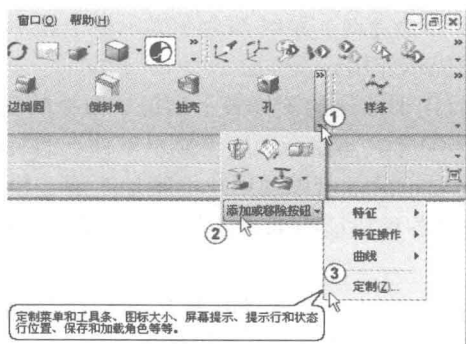
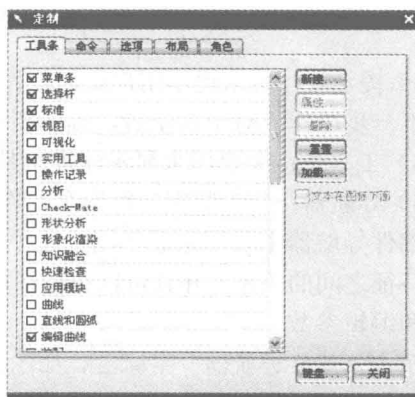

图 1-8 单击“定制”命令进入工具条设定
图 1-9 “工具条”选项卡
1) 单击菜单“工具”→“定制”命令, 系统弹出“定制”对话框;也可以在工具条或者工具条空白区单击鼠标右键显示快捷菜单, 单击“定制”命令进入工具条设定;或者单击“工具条选项”按钮(小三角), 单击“添加或移除按钮”, 从弹出的菜单里可选择添加或删除工具按钮, 也可进入“定制”命令, 进行更详细的设置, 如图 1-8 中①②③所示。“定制”对话框包含 5 个选项卡, 分别是“工具条”、“命令”、“选项”、“布局”和“角色”选项卡, 如图 1-9 所示。